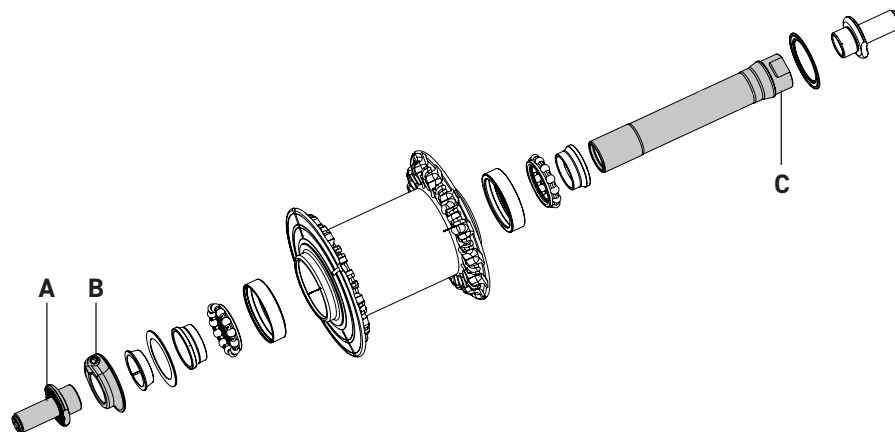

Abb. 23
• Stellen Sie die Achse mit einem 14 mm-Maulschlüssel fest, der in Position C (Abb. 23) eingefügt wird, und auf der linken Seite, wo sich der Stellring B (Abb. 23) der Nabe befindet, schrauben Sie den Adapter A (Abb. 23) mit einem 17 mm-Schlüssel ab. Anstatt des 17 mm-Schlüssels kann ein Torx-Schlüssel T30 auf das Ende der Nabe aufgesetzt werden.
• Die Achse mit einem 14 mm-Maulschlüssel, der in Position C (Abb. 23) eingefügt wird, festhalten und den Adapter A (Abb. 23) mit einem 17 mm-Schlüssel und einem Drehmoment von **12 Nm** anschrauben.